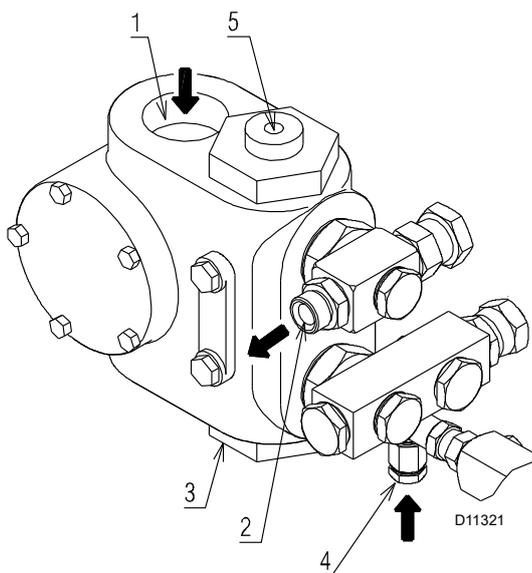

Abb. 21
Legende (Abb. 21)
- Damit sich die Pumpe (Abb. 21) selbst einschalten kann, muss die Schraube (4) gelockert werden, damit die Saugleitung entlüftet wird.
- Die Pumpe ist eingeschaltet, wenn aus der Schraube (4) Heizöl heraustritt.
- Den Brenner anhalten und die Schraube (4) festschrauben.
Falls die Pumpe geleert wurde, muss sie vor dem Anfahren über den Stopfen des Vakuummeters (4)(Abb. 21) mit Brennstoff gefüllt werden, andernfalls kommt es zum Festfressen.